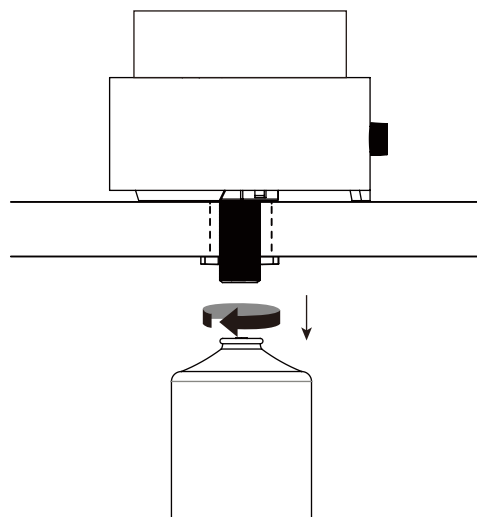

Abbildung 6
2. Drehen Sie die Gasflasche gegen den Uhrzeigersinn, bis er lose ist (Abb. 6).